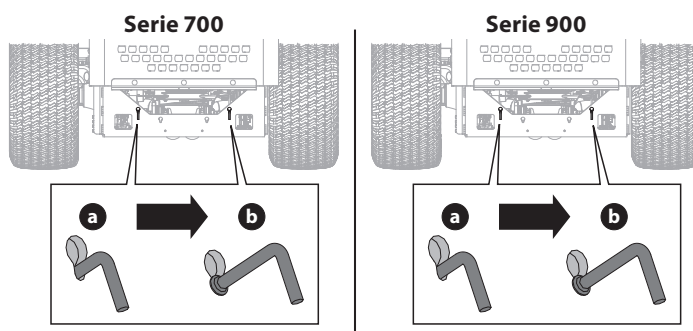

Figura 3
1. Para engranar las varillas de derivaci  n de la transmisi  n, tire de la varilla (a) hacia arriba en la abertura m  s grande de la ranura de la llave y, a continuaci  n, tire hacia atr  s hasta que el collar  n de la varilla pase a trav  s del bastidor (Figura 3).
2. Vuelva a bajar la varilla en la abertura m  s peque  a de la ranura de la llave, asegur  ndose de que el collar  n quede asegurado en la parte exterior del bastidor (b). Repita el proceso en el lado opuesto (Figura 3).